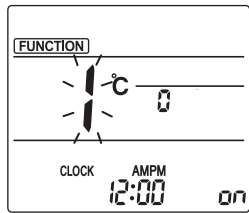

Fig. 3-1
- 1 Vaya al modo de ajuste manual del deflector. Pulse el botón **[MENU]**. (Inicie esta operación con la pantalla de estado del mando a distancia apagada). "FUNCTION" (FUNCIÓN) se ilumina y "1" parpadea. (Fig. 3-1) Pulse el botón **[A]** para seleccionar "2" y, a continuación, pulse el botón **[SET]**.